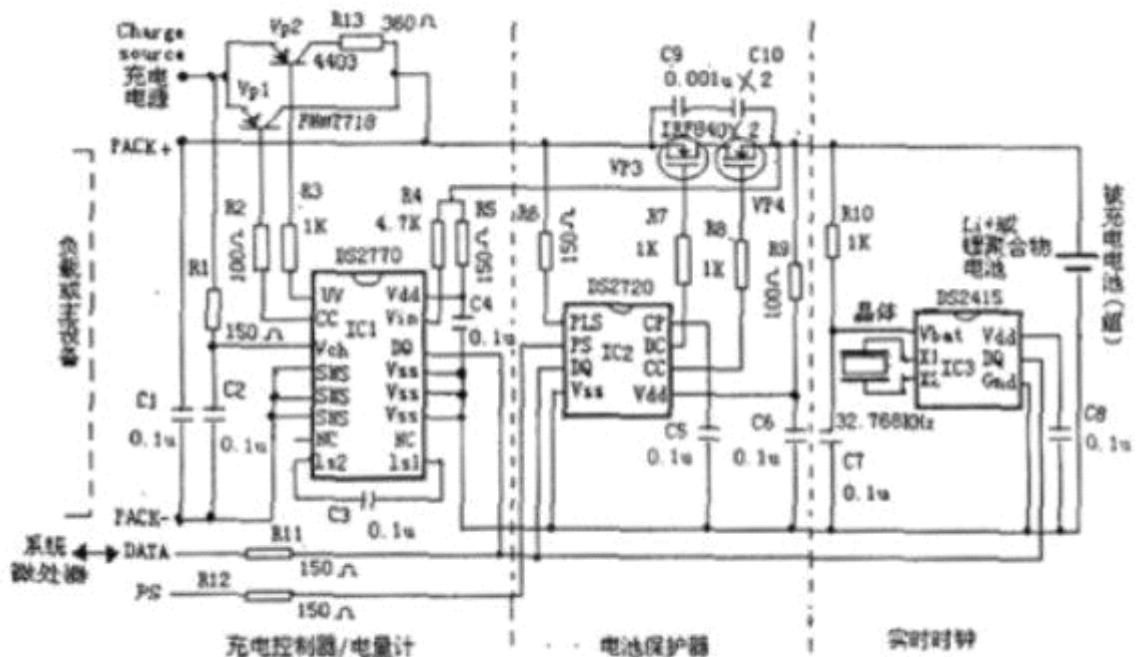

图1 新型高性能锂电池充电器设计方案图
Li+锂电池因具有体积小、重量轻与能量密度高等优势,所以在 GSM/CDMA 和数码相机、摄像机及 PDA 等高端便携式产品中被广泛应用.它们都需要在内建立一个高性能的锂离子电池充电器,以保证 Li+电池在使用中避免过充电、过放电等损害现象的发生,从而,随之带来的是要求锂电池充电器具有严格与完善的保护电路,才能真正实现各项安全保护特性。为此,应用新型的 DS2770和 DS2720芯片可以设计一个具有充电控制、电源控制、电量计 数、电池保护、计时和对电池组能识别等功能的高性能锂电池充电器组合方案.见图1所示. 从而用它可替代目前市场上的现有的锂电池保护 / 充电控制电路---充电器。下面就该高性能锂电池充电器组合设计的功能与特点作一说明。
1.1 见图1所示.整个组合电路分别有 DS2770是充电控制器 / 电量计、DS2720电池保护 器、DS2415实时时钟(RTC)三个芯片组成. 它们均公用一个地(Vss 或 Gnd)、电源(Vdd) 和通信线(DQ 或 DATA)。而所有的电容(从 C1到 C10)和电阻(从 R1到 R12)的作用是对干 扰信号滤波及对 ESD 的保护。
该充电器的负载(即主设备)是通过 PACK+和 PACK-引脚获得电源,而充电器与主系统的数据通信是通过标准的 I-Wire 接口(标为 DATA)进行. DS2720芯片的 PS 引脚和主系统的开 / 关控制相连接,且作充电器的使能输入(低电平有效). 图1中引脚 Charge-source 可连接到充电电源,而充电电流能按照电池额定的充电条件加以限制,其充电电压最高至15 V.
见图1中,应用外接的二只 N 沟道 MOSFET 保护管(IRF840)VP3与 VP4和 DS2720芯片 来实现对单体 Li+或锂聚合物电池安全保护。即可以达到保护电池免受过量充电、过量消耗、过高放电电流以及过高温度损害等安全特性。DS2720具有细小电流充电功能,可恢复已深度放电的电池。用主系统软件还能够通过 DS2720与 DS2770芯片的 DQ 引脚检测到 电池产生故障的原因并由主系统向用户汇报。
需要指出的是 MOSFET 管被接在了充电组合电路的高端,位于充电电源和 Li+电池正端之间,见图1所示。为确保其数据在发生保护性故障或当充电组合电路处于休眠模式时不丢失,最好由 Li+或锂聚合物电池直接给 DS2770和 DS2415供电。否则的话,当 MOSFET 被 关掉时数据将丢失。该 DS2720芯片为低功耗,工作状态耗电仅为12.5 $\mu$ A,静态消耗电流 为1.5 $\mu$ A。